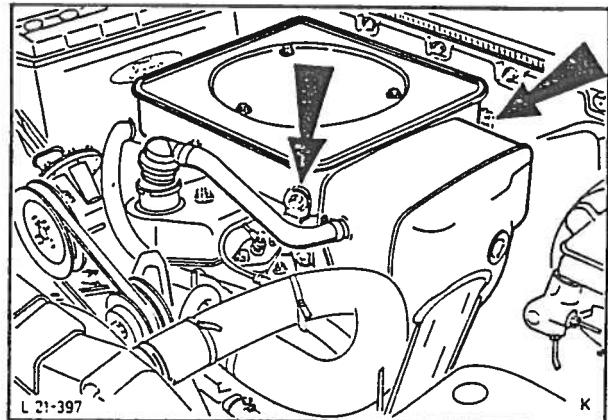

Fig. 10 Ta av luftfilteret.
2. Kople fra batteriets godskabel. Ta av luftfilteret og dekk til innsugningsmannfolden, fig. 10.